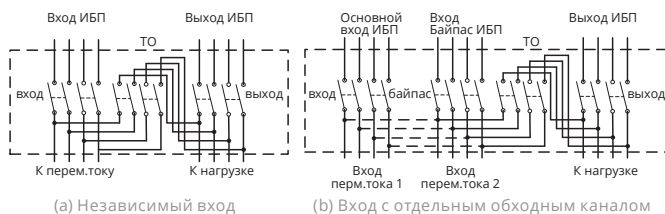

Рис. 6-1: Внешний обходной канал для технического обслуживания
4. Если необходимо выполнить техническое обслуживание всего шкафа ИБП или полностью отключить его от сети, следует воспользоваться внешним выключателем обходного канала для технического обслуживания. Если такой выключатель имеется, замкните его контакты, разомкните контакты внешнего входного выключателя и внешнего выходного выключателя. После этого можно приступить к техническому обслуживанию шкафа ИБП. Рекомендуется установить внешний выключатель для технического обслуживания, как показано на рис. 6-1: